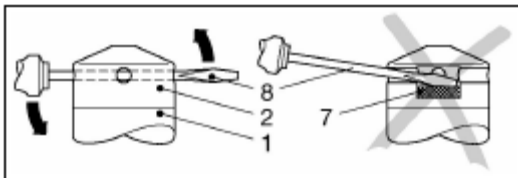

Рисунок 1. Снятие защитной крышки (заглушки) погружного датчика.
2.4.3. Датчик имеет предохранительную крышку (заглушку), препятствующую механическому повреждению мембраны. В случае необходимости, например, при измерении давления вязких сред, очистке и осмотре датчика, заглушка может быть удалена (см. Рис. 1). Заглушка (2) снимается при помощи отвертки (8), просунутой через два противоположных отверстия заглушки, при этом, следите за тем, чтобы не повредить мембрану (7).